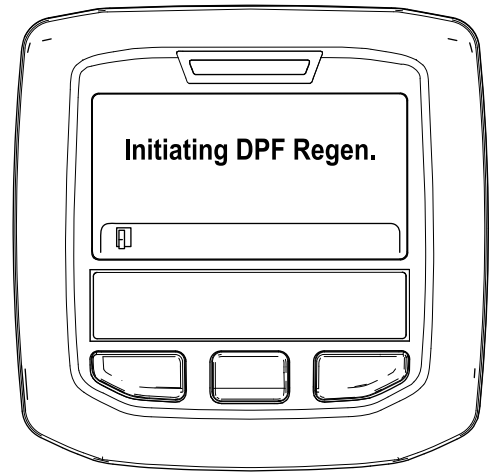

Figura 42
- A. Surge a mensagem "Initiating DPF Regen. (A iniciar Regen. DPF.) (Figura 42).